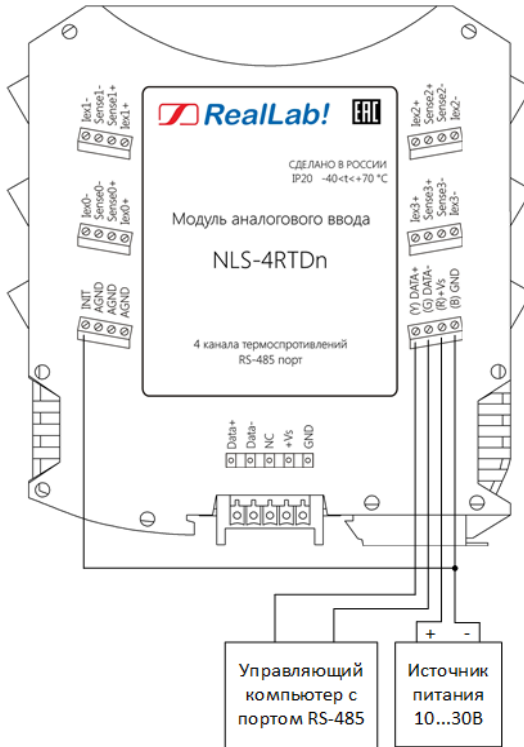

Рис. 5.3. Соединение вывода INIT с GND
- установить переключку между выводами INIT и GND в соответствии с рис. 5.3;